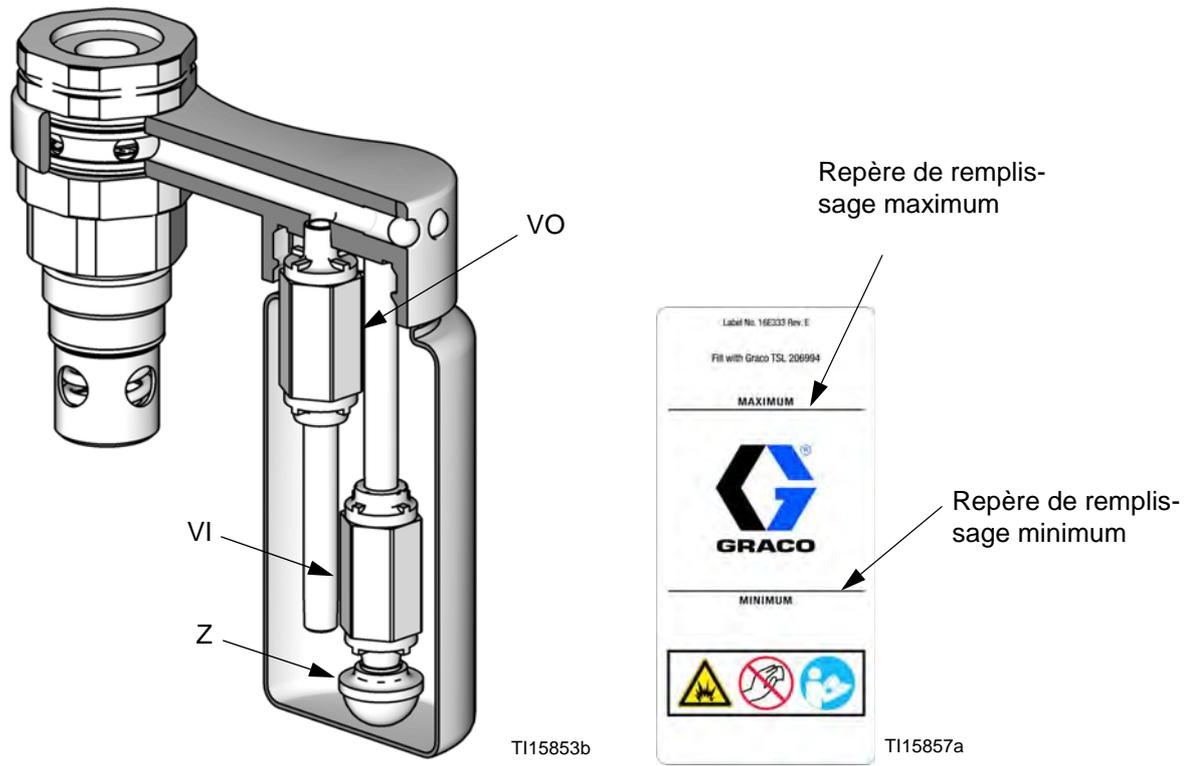

FIG. 3. Écorché du réservoir à TSL et repères de remplissage
1. Remplissez le réservoir à TSL jusqu'au repère de remplissage maximum avec du liquide d'étanchéité (TSL). Consultez la FIG. 3, page 14.
3. Nettoyez le tamis (Z) du clapet anti-retour d'entrée (VI). Si les clapets anti-retour ne sont pas étanches et sales, du TSL pénètre dans la coupelle ; remplacez les clapets anti-retour (VI, VO). Consultez la FIG. 3.